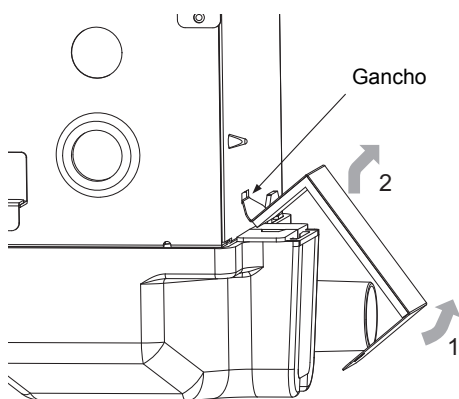

Fig. 2
- 2** La cubierta del soporte del vidrio antibacteriano tiene un gancho. Levante la cubierta mientras lo retira. (Consulte la Fig. 1 y la Fig. 2)